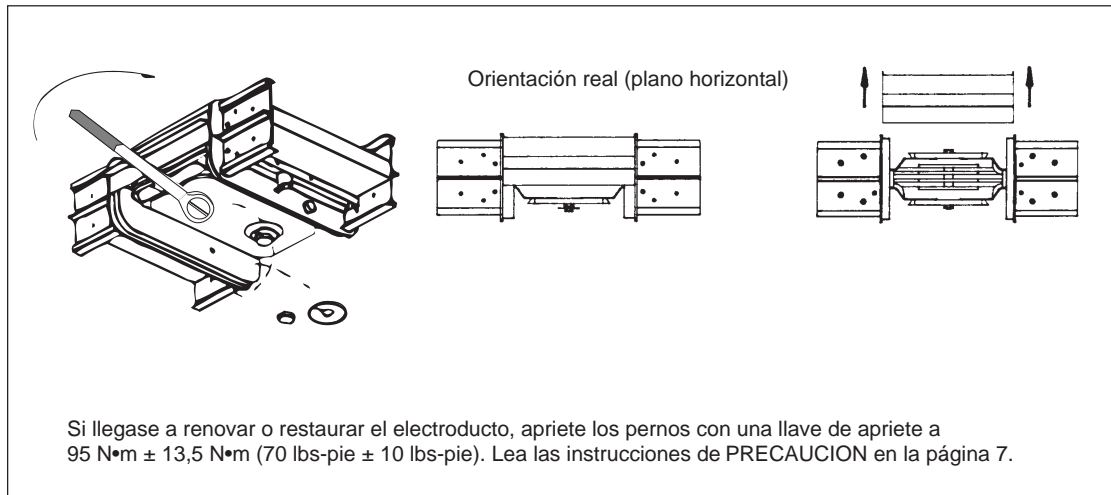

Figura 3
3. Apriete los pernos de unión del electroducto (figura 3).